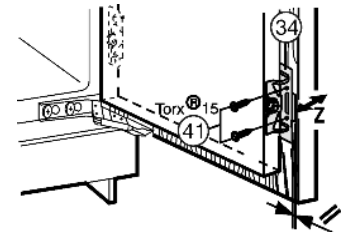

Fig. 28
Squadra di fissaggio Fig. 28 (34): Prestare attenzione che i due bordi metallici siano a filo, simbolo //:
- ▶ Avvitare la porta dell'apparecchio all'anta del mobile con le viti Fig. 28 (41) passanti attraverso la squadra di fissaggio Fig. 28 (34).